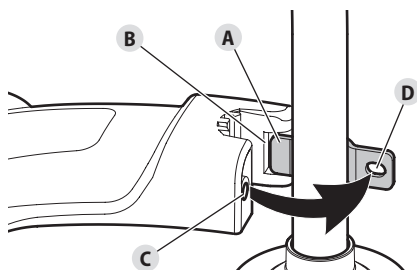

Fig. 1
2. Insérez la patte courte (celle sans orifice) du support de fixation (Fig. 1-A) dans l'encoche du carter de protection (Fig. 1-B).
3. Faites tourner le carter de protection dans le sens horaire inverse afin d'aligner le trou du carter de protection (Fig. 1-C) avec le trou du support de fixation (Fig. 1-D).